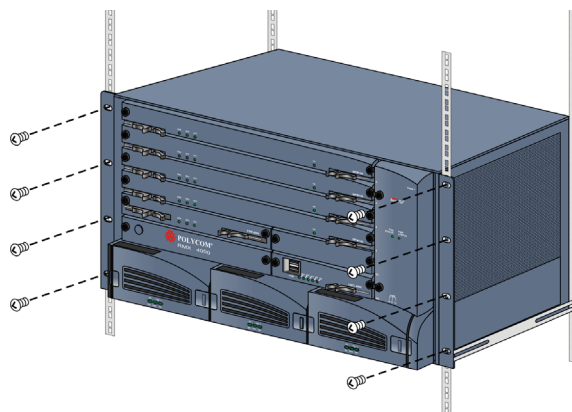

Figura 1-3 RMX 4000 Montaje en bastidor
- 3 Atornille la RMX al bastidor a través de los ocho orificios de la parte delantera, como se muestra en la Figura 1-3.
- 4 Atornille la RMX al bastidor a través de los ocho orificios de la parte delantera, como se muestra en la Figura 1-3.